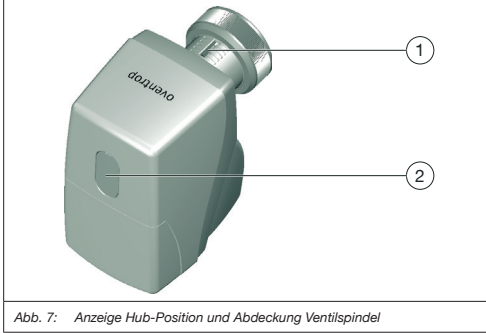
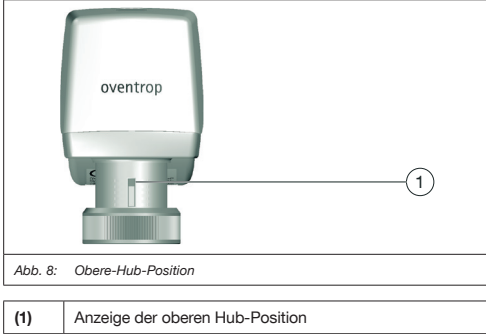

Abb. 7: Anzeige Hub-Position und Abdeckung Ventilspindel
Abb. 8: Obere-Hub-Position
Handverstellung	Nur im spannungslosen Zustand! Verstellspindel für Innensechskantschlüssel unter der Abdeckung (Position 2 in Abb. 7), Schlüsselweite 4 mm
- Wenn sich der Stellantrieb nicht in der oberen Hub-Position befindet (siehe Position (1) in Abb. 8): Öffnen Sie die Abdeckung für die Handverstellung (Verstell-spindel) (siehe Position 2 in Abb. 7) und bringen Sie den Stellantrieb mit einem Innensechskantschlüssel (Schlüsselweite 4 mm) in die obere Hubstellung.